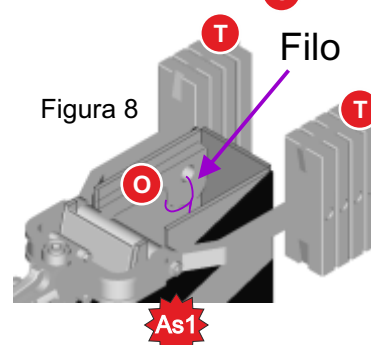

Figura 8
6) Nella piccola asola del pezzo D annodare il filo S (evidenziato in viola) utilizzato per l'azionamento della barriera con l'apposito meccanismo 19-372 (fornito separatamente). Incollare i due contrappesi T come in figura 8, posizionare infine il pezzo appena creato sopra l'assemblato As1 quindi far passare il filo nelle asole della base.